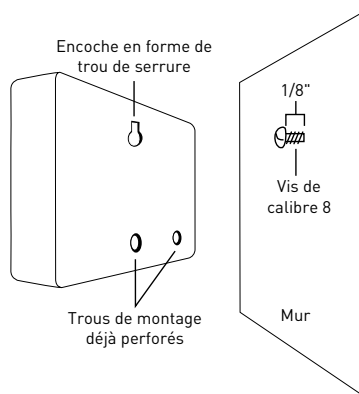

Figure 2 : Accrochez la minuterie au mur en insérant la vis dans l'encoche en forme de trou de serrure.
- Glissez la minuterie sur la vis qui dépasse (dans l'encoche en forme de trou de serrure au dos de la minuterie). Consultez la figure 2.
- Vissez une vis de calibre 8 dans un des deux trous déjà perforés situés dans la partie inférieure du dos du boîtier. Consultez la figure 2.